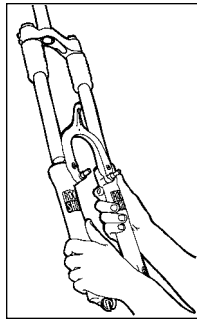

Fig. 5
7. Deslice hacia afuera el conjunto monopieza del tubo inferior (consulte la Fig. 5.) Retire los guardapolvos de la horquilla.